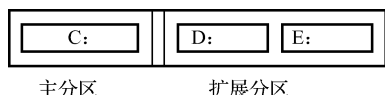
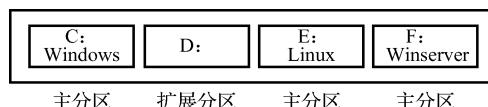

图 11-1 DOS/Windows 的硬盘分区布局
图 11-2 硬盘的多系统布局
(1) 硬盘分区的特点。对于 DOS 以及 Windows，硬盘可划分为主分区和扩展分区两种类型。
①主分区：一般用于安装操作系统的分区，包含操作系统启动所必需的文件和数据，并启动操作系统。
②扩展分区：在主分区以外的空间建立的分区，它必须被分为一个或多个逻辑分区后才能使用，主分区和扩展分区的分布如图 11-1 所示。
(2) 对硬盘进行分区时必须注意的问题。
①硬盘上建立的第一个分区只能是主分区。
②一个硬盘最多可以分为四个主分区，一个扩展分区相当于一个主分区。图 11-1 的分布相当于硬盘分了两个主分区，扩展分区可划分为盘符为 d~z 的 23 个逻辑盘。
③主分区都可以作为活动分区，但同时有且只有一个分区是被激活的。活动分区的意义是硬盘启动时，该分区的操作系统将被引导。如一般将“C:”盘作为活动分区，所以硬盘启动时，会自动进入“C:”盘的 DOS 或 Windows 系统。
④不同的分区可以安装不同的操作系统，从而起到相互间隔的作用。如图 11-2 所示为在硬盘上安装了三个操作系统的布局。